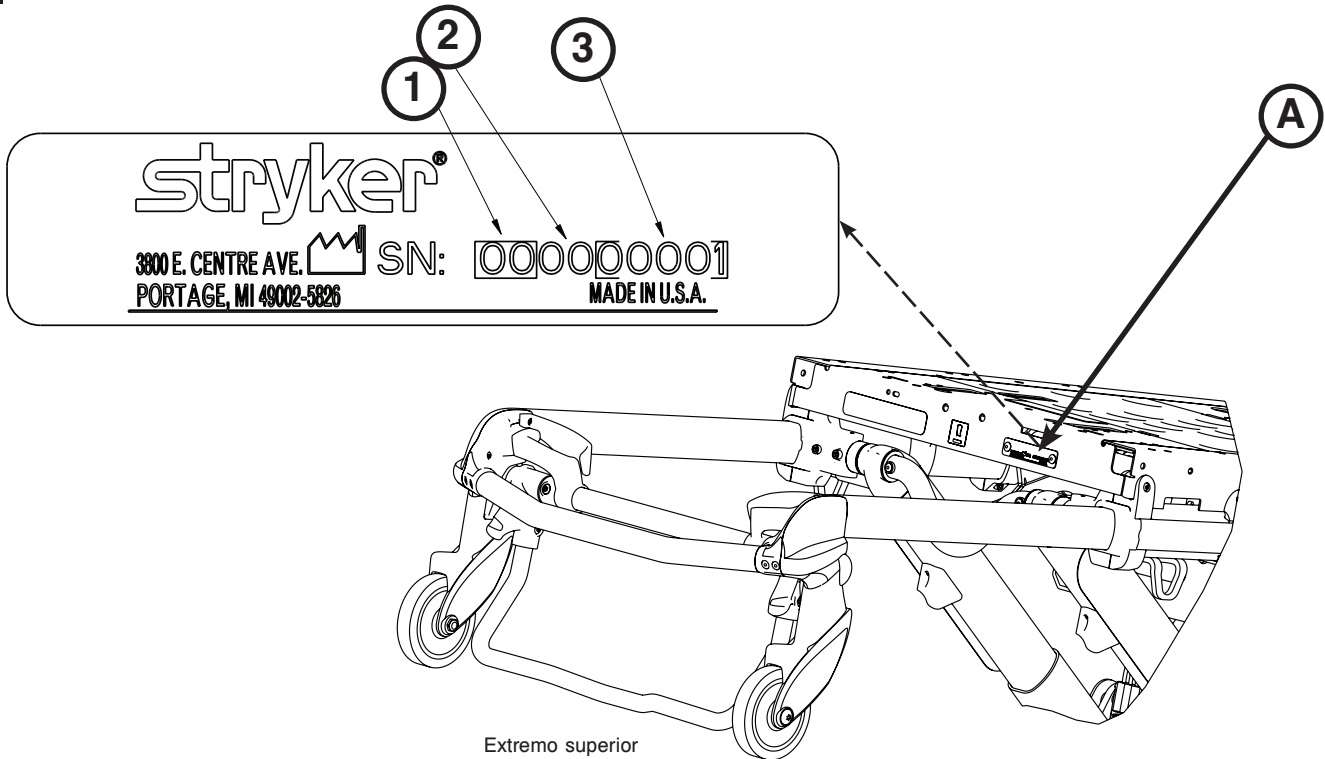

Figura 1: Ubicación del número de serie de la camilla
Tenga a mano el número de serie (A) del producto Stryker (como se muestra en la Figura 1) cuando llame al Servicio de atención al cliente o al Servicio técnico de Stryker. Incluya el número de serie en todas las comunicaciones por escrito.
Consulte la figura 1 y la leyenda siguiente para obtener información adicional sobre los números de serie: